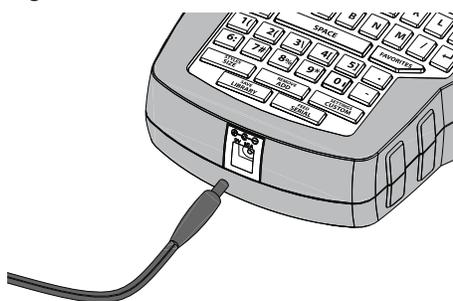

Figura 3
- 1 Inserire l'adattatore nel connettore di alimentazione sulla parte superiore della stampante. Vedere la Figura 3.